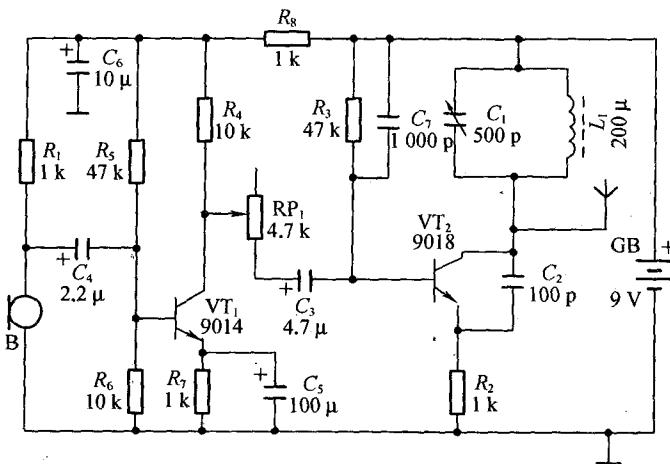

图 1-2 调幅音频发射电路
单元电原理图是电子产品整机电原理图中的一部分,并不单独成一张图。在一些书刊中,为了给分析某一单元电路的工作原理带来方便,将单元电路单独画成一张图纸。下面我们通过图 1-2 所示调幅音频发射电路图的例子,作进一步的说明。调幅音频发射电路其发射频率可在 500~1 600 kHz
之间调整,  $C_1$ 、 $C_2$ 、 $L_1$ 、 $VT_2$ 组成调幅振荡器电路, 振荡频率可以通过调整  $C_1$  的电容量来调整。音频信号经过  $VT_1$  及其外围元件组成的放大电路放大后, 再经过  $RP_1$ 、 $C_3$  耦合到  $VT_2$  基极, 与  $VT_2$  振荡器产生的载波叠加在一起后通过发射天线将音频信号发射出去。发射天线可以用一根 1 m 左右的金属导线代替, 元器件参数见图 1-2。
(1) 图形符号 图形符号是构成电路图的主体。在图 1-2 所示图中, 各种图形符号代表了组成调幅音频发射电路的各个元器件。例如, 小长方形“—□—”表示电阻器, 两道短杠“—↑—”表示电容器, 连续的半圆形“~~~~~”表示电感器等。各个元器件图形符号之间用连线连接起来, 就可以反映出调幅音频发射电路的结构, 即构成了调幅音频发射电路的电路图。
(2) 文字符号 文字符号是构成电路图的重要组成部分。为了进一步强调图形符号的性质, 同时也为了分析、理解和阐述电路图的方便, 在各个元器件的图形符号旁, 标注有该元器件的文字符号。例如在图 1-2 所示图中, 文字符号“R”表示电阻器, “C”表示电容器, “L”表示电感器, “VT”表示晶体管等。在一张电路图中, 相同的元器件往往会有许多个, 这也需要用文字符号将它们加以区别, 一般是在该元器件文字符号的后面加上序号。例如在图 1-2 中, 电阻器分别以“ $R_1$ ”、“ $R_2$ ”等表示, 电容器分别标注为“ $C_1$ ”、“ $C_2$ ”、“ $C_3$ ”等, 晶体管有两个, 分别标注为“ $VT_1$ ”、“ $VT_2$ ”。
(3) 注释性字符 注释性字符用以说明元器件的数值大小或者具体型号, 通常标注在图形和文字符号旁, 它也是构成电路图的重要组成部分。例如图 1-2 所示图中, 通过注释性字符即可以知道: 电阻器  $R_1$  的阻值为  $1\text{ k}\Omega$ ,  $R_2$  的阻值为  $1\text{ k}\Omega$ ; 电容器  $C_1$  的电容值为  $500\text{ pF}$ ,  $C_2$  的电容值为  $100\text{ pF}$ ,  $C_3$  的电容值为  $4.7\text{ }\mu\text{F}$ ; 晶体管  $VT_1$ 、 $VT_2$  的型号分别为 9014、9018 等。注释性字